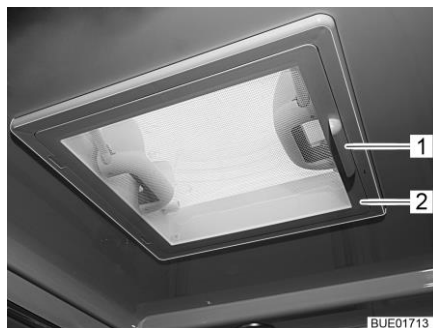

Bild 30 Taklucka med snäpplås
- Sväng ned insektsskyddet (Bild 30,2) med handtaget (Bild 30,1).